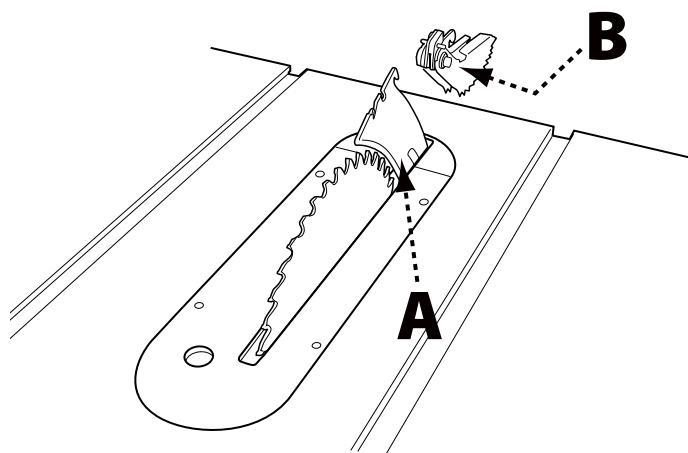

FIGURA 12
1. Consulte la Figura 12 y ubique la ranura de montaje de los trinquetes anti contragolpe (A) en medio del borde superior del separador.
2. Deslice la ranura situada en medio del ensamble de los trinquetes anti contragolpe por la parte superior del separador hasta que el vástago (B) encuentre la ranura central en el separador.
3. Empuje el vástago en el ensamble de trinquetes anti contragolpe (B) para dejar que el ensamble caiga dentro de la ranura. Empuje el ensamble de trinquetes anti contragolpe hacia abajo hasta escuchar un chasquido y que quede firme. Suelte el vástago. **NOTA:** Jale los trinquetes anti contragolpe hacia arriba para comprobar que estén correctamente sujetos.